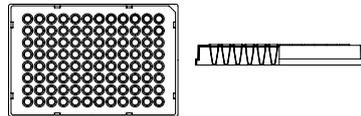

Abbildung 3: Ansicht einer Microplatte mit seitlichem Rand und einer Aussparung
3. Microplatte mit seitlichem Rand (Abb. 3)